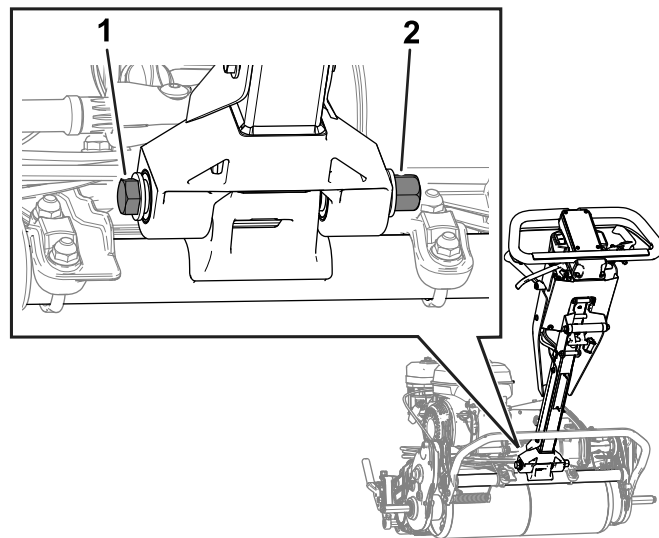

Figura 43
2. Allentate il bullone e il dado, come illustrato nella Figura 43.